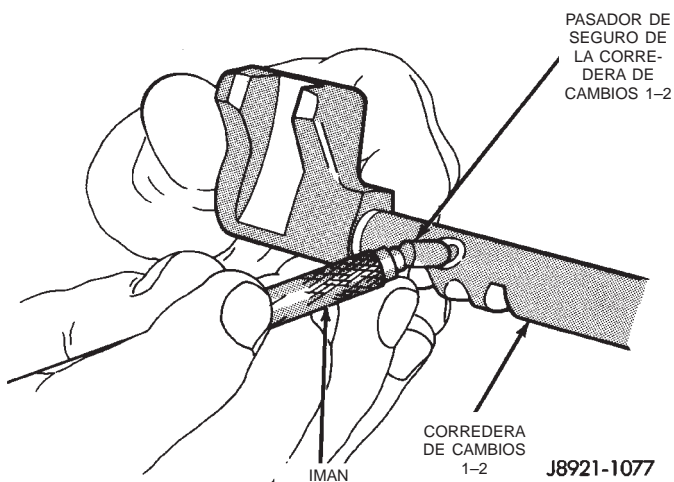

Fig. 75 Desmontaje del pasador de seguro de la corredera de cambios 1-2
(27) Retire el pasador de seguro de la corredera de cambios 1-2 (Fig. 75).